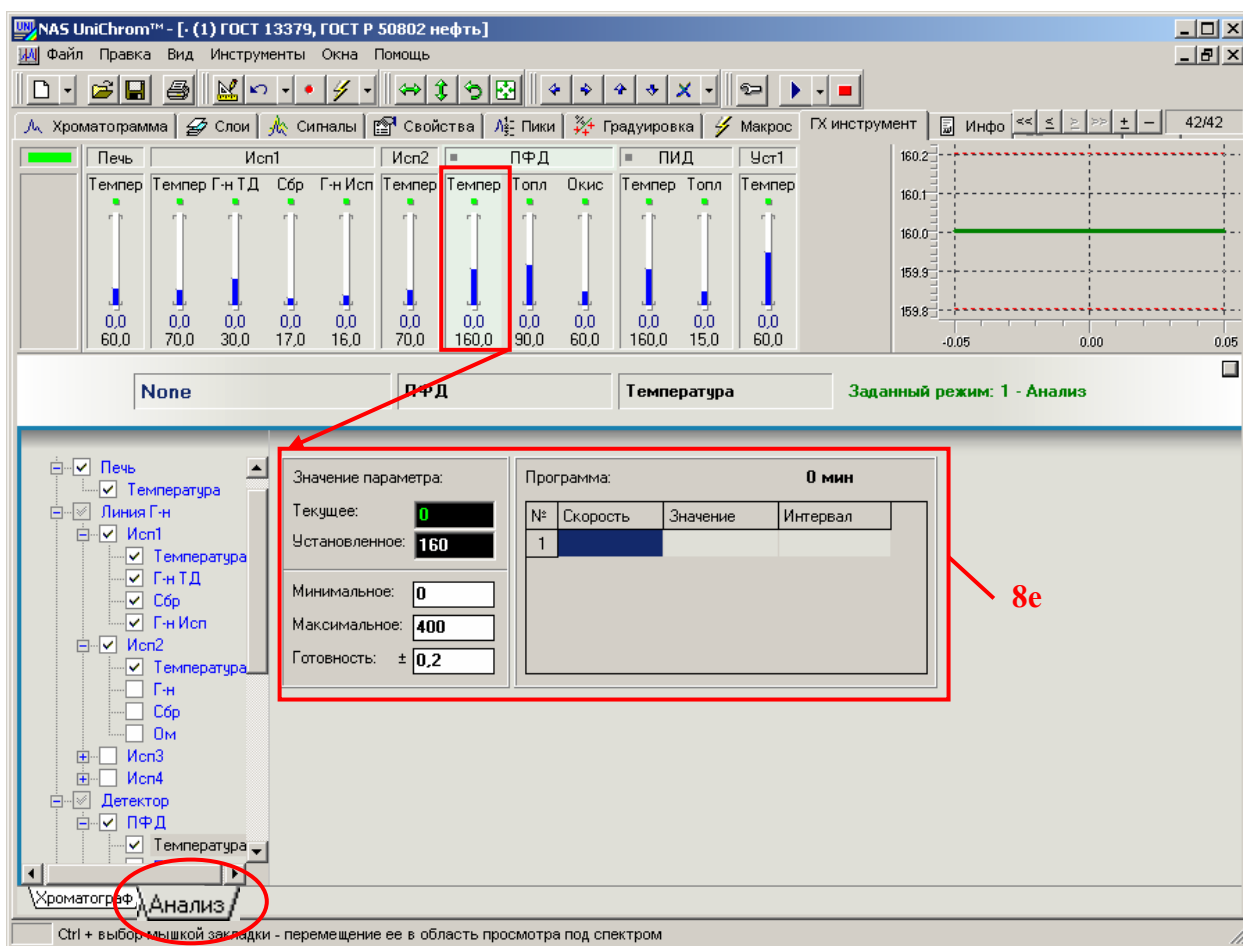

Рис. 15. Установка температуры детектора ПФД.
- Подведите курсор мыши в область «рисованного» регулятора температуры детектора ПФД (см. Рис. 15).